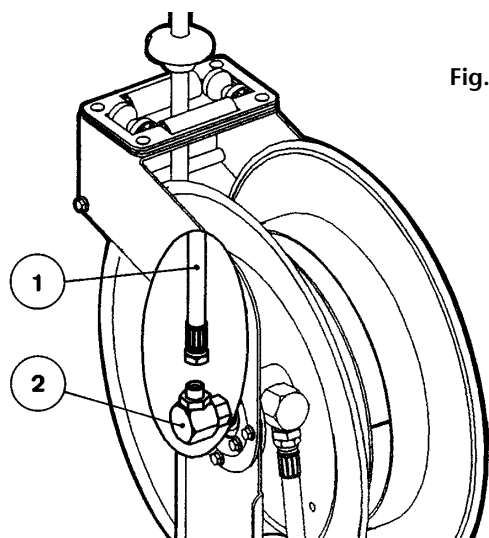

Fig. 9
2. Disconnect the inlet hose (1) and remove the old swivel (figure 9).
2. Débrancher le flexible d'entrée (1) et retirer la rotule (2) (voir Figure 9).
2. Den Zulaufschlauch (1) vom Gelenk abschrauben, das alte Gelenk (2) abmontieren (Bild 9).